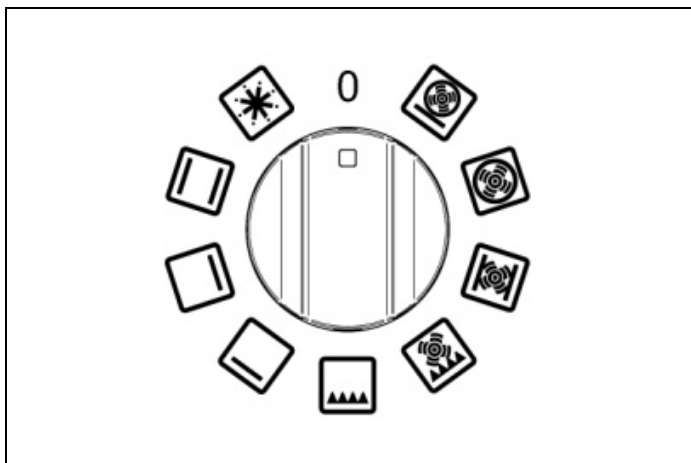
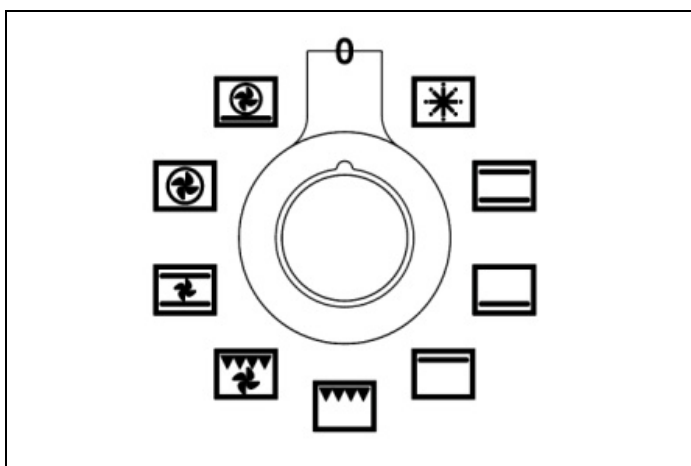
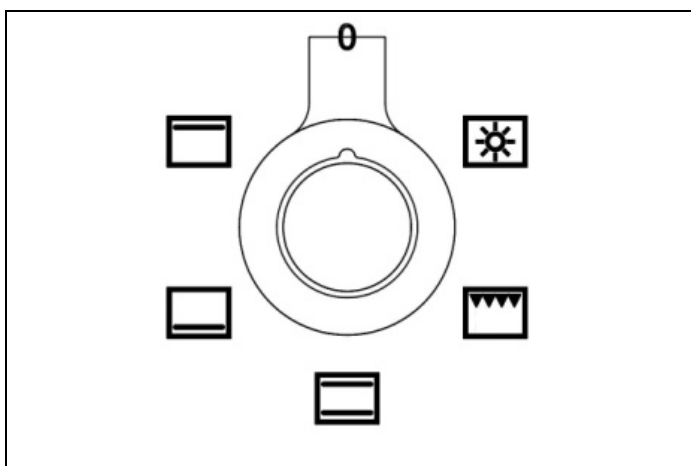

Fig. 25
Fig. 26
Fig. 27
- 1) Vrid funktionsvredet (Fig. 25 - Fig. 26 och Fig. 27) medurs för att välja önskad funktion.